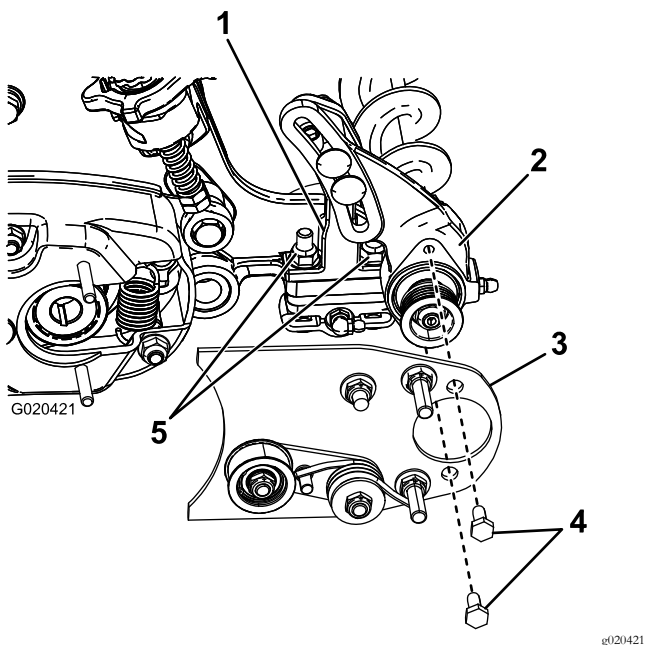

Figure 7
3. Appliquez du Loctite 242 (bleu) sur les 2 boulons (5/16" x 5/8") et utilisez ceux-ci pour fixer la plaque de la brosse de rouleau au logement de roulement (Figure 7).